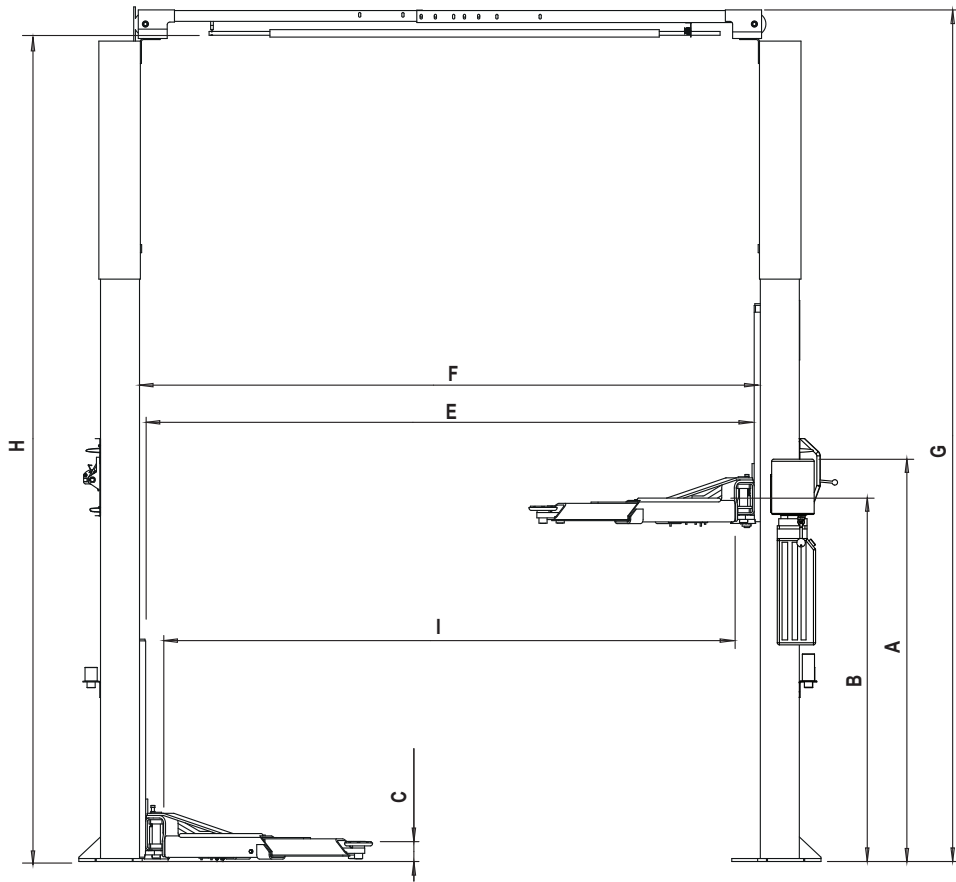
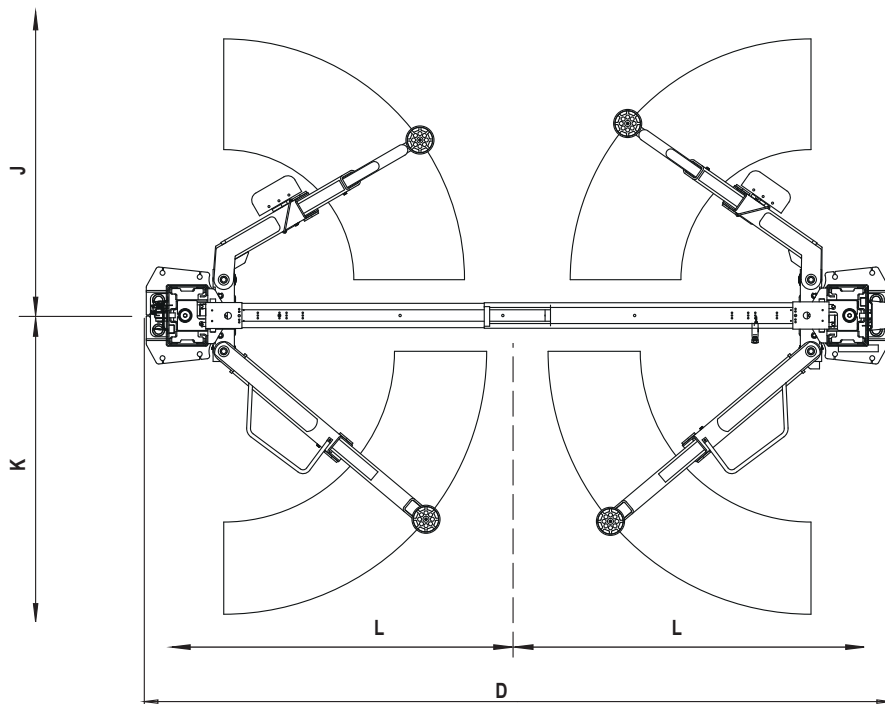

Fig. 2a
Fig. 2b
1. **Position der Hebebühne:** Sofern verfügbar, den Bauplan verwenden, um die Hebebühne aufzustellen. Abb. 2a und Abb. 2b zeigen die Abmessungen eines typischen Hebebühnen-Layouts.